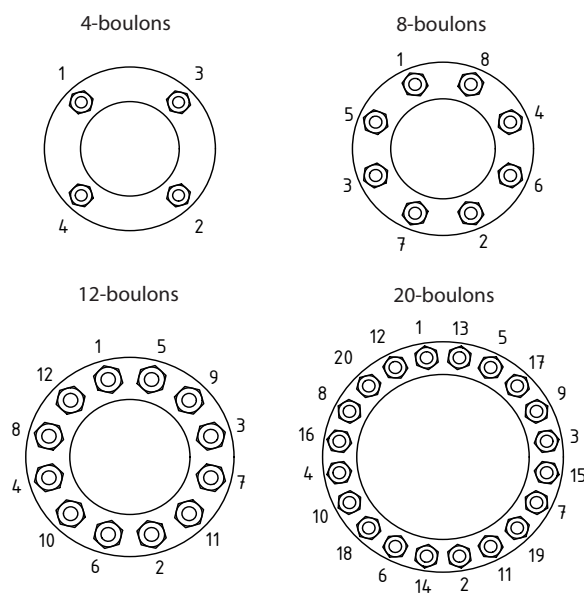

Figure 7
17. Insérez l'autre bague d'étanchéité (40) sur le siège « B » (6) et insérez les deux ensemble dans le corps (1) et sur la bague en « S » (42). Appliquez de la graisse sur les surfaces d'étanchéité du siège (6). Appliquez une pression et une force axiale pour précompresser le joint de siège selon les valeurs indiquées dans le tableau B, de la même manière que du côté du couvercle (queue).
18. Insérez le boisseau sphérique (3) dans la cavité du corps (1) avec l'ouverture de l'orifice en position fermée (attention à ne pas tourner l boisseau sphérique de 180 degrés lors de l'ouverture et de la fermeture afin qu'il reste comme indiqué dans le schéma d'assemblage, conformément à la norme ISO 5211).
19. Installez le joint de corps en spirale (5) dans la rainure du corps.
20. Assemblez le corps (1) et le demi-corps (2), (les lettres sur les moitiés sont orientées dans le même sens) ; installez et serrez les écrous des goujons du corps en suivant le schéma croisé de la figure 7.